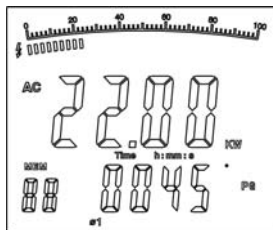

Figura 7
1. Pulse SEL para elegir la fase primera  $\text{Ø}1$ , vea la figura 7. La doble pantalla muestra el valor de potencia activa kW y el valor PG de la segunda fase 1.